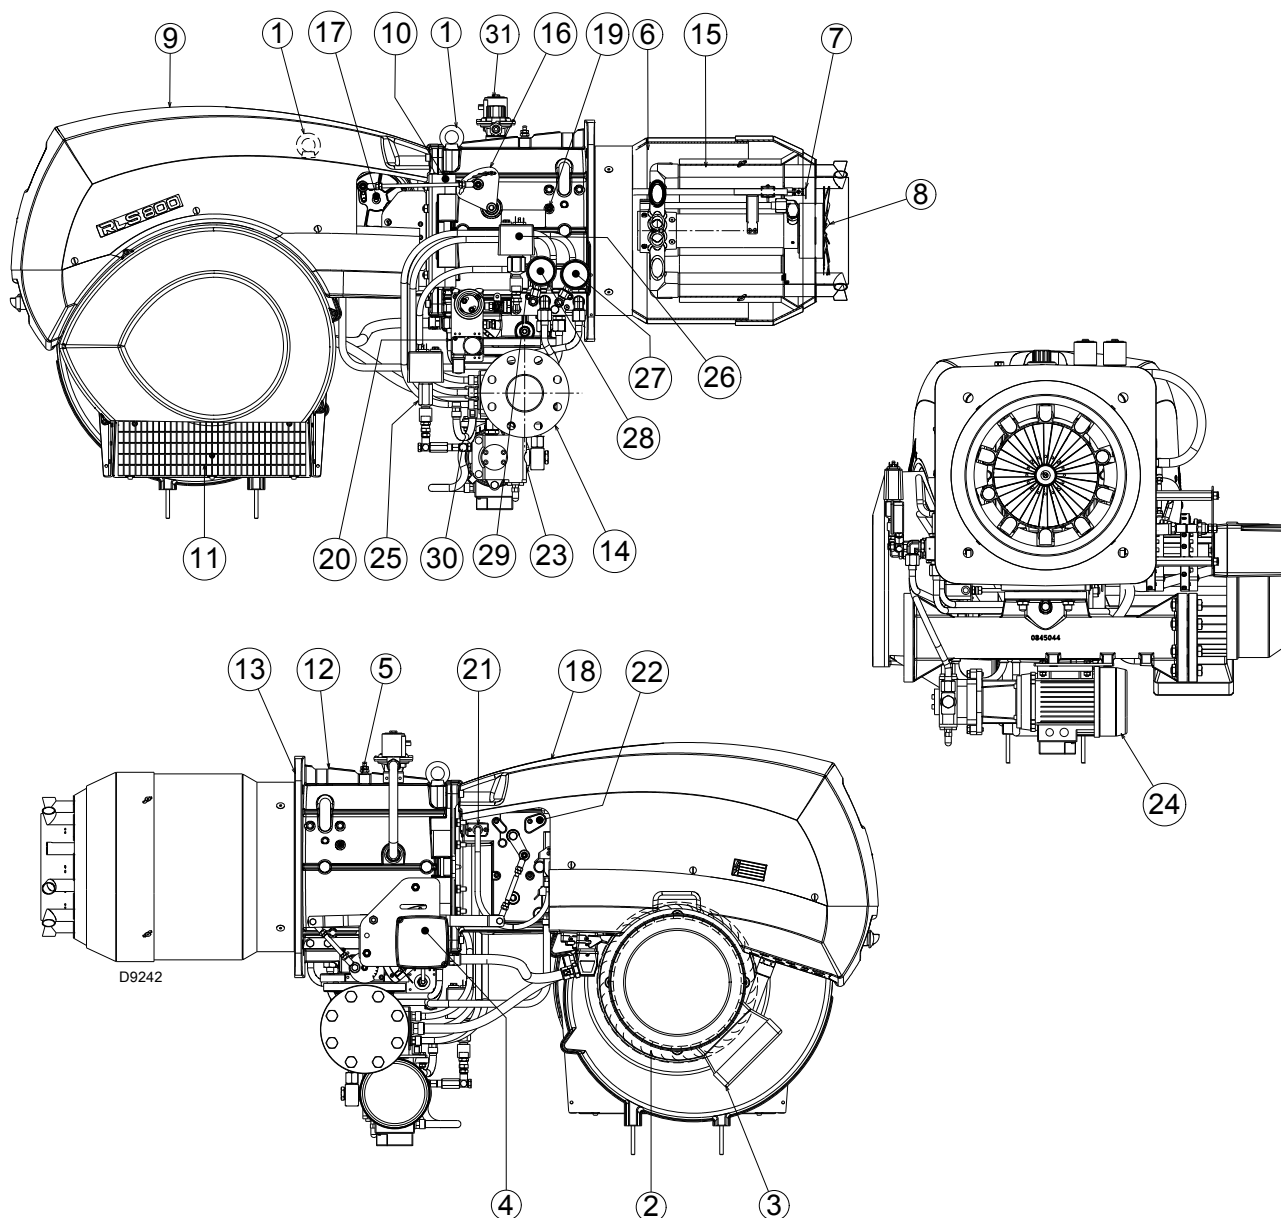

图 5
- (1) 参考条件 : 环境温度 20°C - 燃气温度 15°C - 大气压力 1013 mbar - 海拔 0 m a.s.l.
- (2) 炉膛内压力为零且燃烧器处于最大出力状态时测试点处压力 5) ( 图 5)。
- (3) 噪音排放符合 EN 15036-1 标准 , 测量误差  $\sigma = \pm 1.5$  dB, 噪声值于制造商实验室内的测试锅炉上测得 , 且燃烧器处于最大额定出力状态。